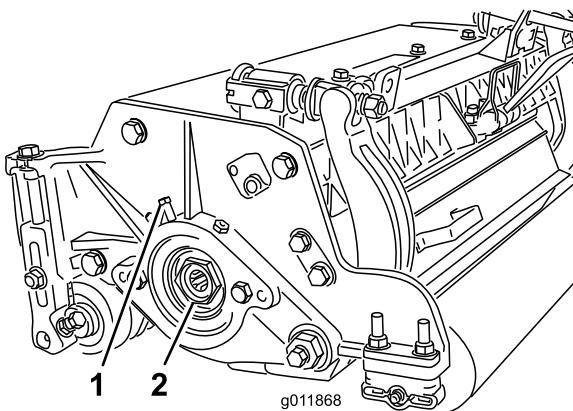

図28
- A. カッティングユニットの左側にあるベアリング・ハウジングにベアリング調整ナットを固定している固定ネジをゆるめる(図28)。